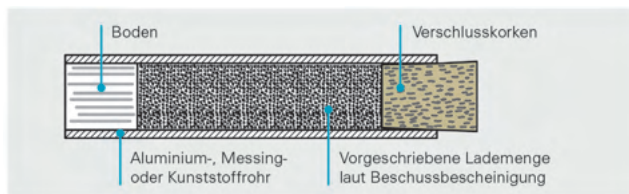

Abb. 43: Dosierung der Pulvermenge für einen Schuss (abgepackte Einzelladung)
- Die vorgeschriebenen Pulverladungen sind abzuwiegen oder mit einem Messbecher entsprechend den Angaben in der Beschussbescheinigung als abgepackte Einzelladungen vor dem Schießen abzufüllen (s. Abb. 43, S. 25). Aus Sicherheitsgründen hat dies möglichst bereits zu Hause, in einem geschlossenen Raum, zu erfolgen. Während dieser Tätigkeit sind der Aufenthalt unbefugter Personen, offenes Licht und Feuer sowie das Rauchen im Raum verboten.